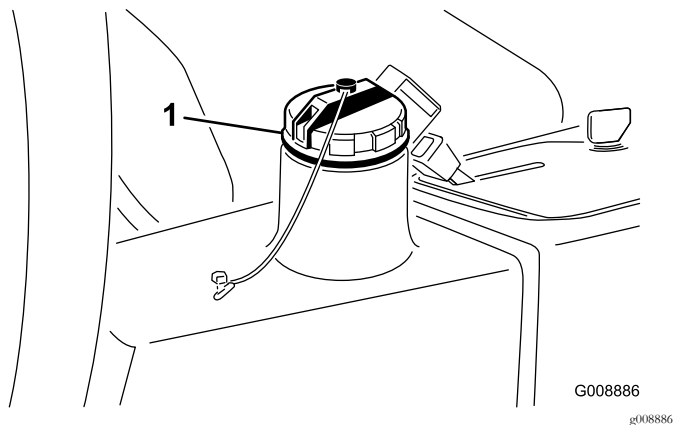

Figure 76
4. Versez environ 13,2 litres de liquide hydraulique dans le réservoir (Figure 76) ; voir Contrôle du système hydraulique (page 32).